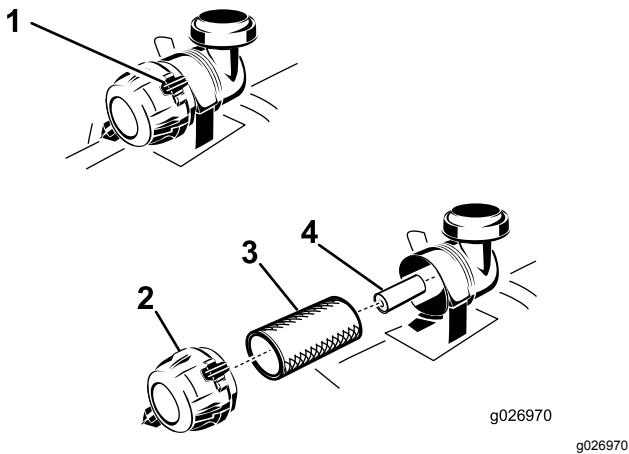

Figura 36
3. Abra los enganches del limpiador de aire y tire de la tapa de la entrada de aire para separarla del cuerpo del limpiador de aire (Figura 36).
5. Extraiga con cuidado el filtro primario de la carcasa del limpiador de aire (Figura 36).
2. Si va a cambiar el filtro interno, deslícelo cuidadosamente en el cuerpo del filtro (Figura 36).
3. Deslice cuidadosamente el filtro primario por encima del filtro de seguridad (Figura 36).
4. Instale la tapa del limpiador de aire con el respiradero hacia abajo, y gírela hasta que los enganches la bloqueen en su sitio (Figura 36).